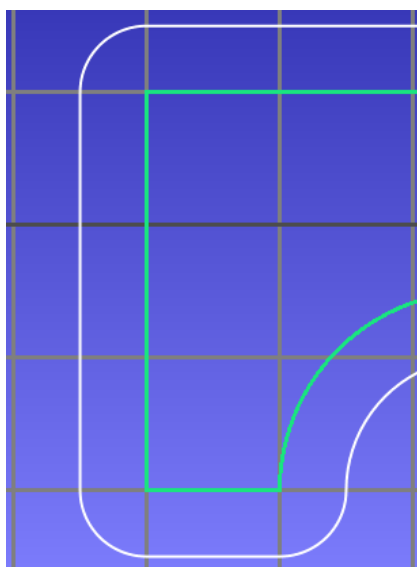

Рис. 1.3.11: Оригинальная траектория
3. Показать или скрыть оригинальную траекторию. Настройка, определяющая, показывать или скрывать оригинальную траекторию. Оригинальная траектория зависит от коррекций на радиус или длину. Оригинальная траектория отображается зеленоватым цветом (рисунок 1.3.11). По умолчанию